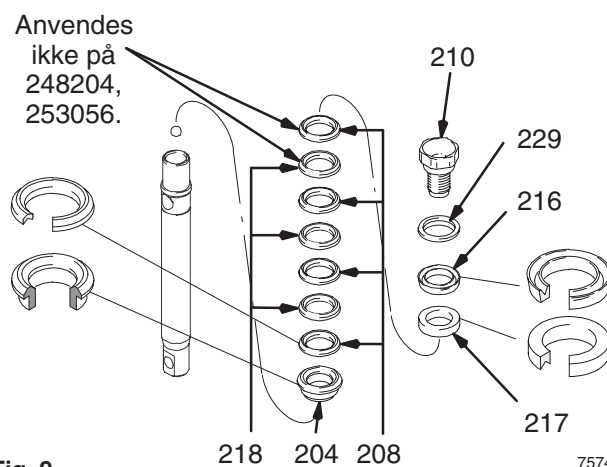

Fig. 9
Fig. 9. Væd alle læderpakninger i olie (SAE 30W) i mindst 1 time før samling. Sæt hanstopbøsningen (204) på stempelstangen. Sæt skiftevis UHMWPE-(208) og læder pakninger (218) på stempelstangen (bemærk retningen). Sæt hunstopbøsningen (217) på. Monter stempeleskraberen (216) (bemærk retningen) og støtteskiven (229) på stempelventilen (210). Den specielle forseglingslap på stempelventilens gevind kan holde til fire udskiftninger af pakninger. Anvend Loctite® på stempelventilens gevind efter fire udskiftninger af pakningerne.